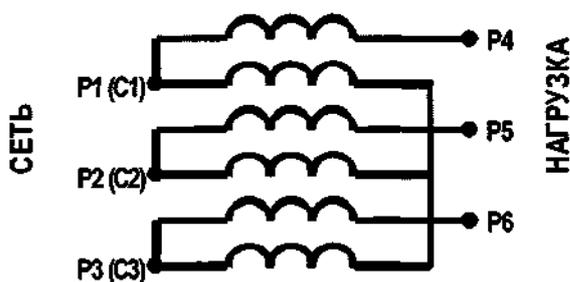

Рис.1
4.5. Схема соединения обмоток статора и ротора (трехфазная нормальная автотрансформаторная) показана на рис.1.